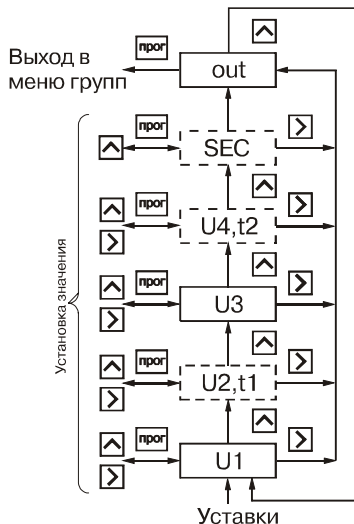

Рис. 23
6.1.6. Группа **"GrouP_A"** (рис. 23) содержит уставки логических устройств **U1**, **U2(t1)**, **U3** и **U4(t2)**. Положение десятичной точки в параметрах **U1**, **U2**, **U3** и **U4** определяется её положением в параметре **F**.